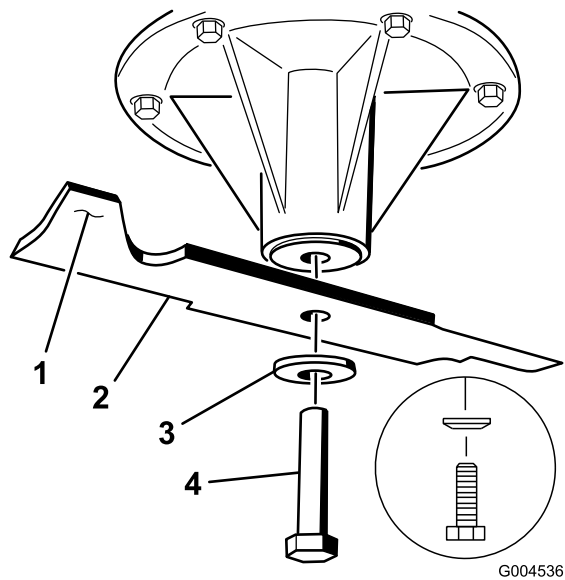

Figura 56
2. En las plataformas de cortacésped de 40 y 48 pulgadas, retire del eje el perno de la cuchilla, la arandela curva y la cuchilla (Figura 56).
1. Instale la cuchilla en el eje (Figura 56).
Importante: La vela de la cuchilla debe apuntar hacia arriba y hacia el interior del cortacésped para asegurar un corte correcto (Figura 56).
2. En las plataformas de cortacésped de 40 y 48 pulgadas, instale la cuchilla, la arandela curva y el perno de la cuchilla (Figura 56).
3. Si la cuchilla se mantiene horizontal, está equilibrada y puede utilizarse. Si la cuchilla no está equilibrada, rebaje algo el metal en la parte de la vela solamente (Figura 56)